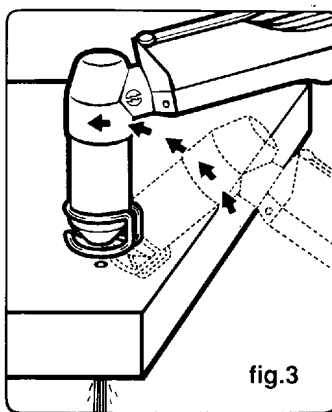

fig.3
• **en el empleo manual** (ver fig.3) disponer la antorcha en posición inclinada y enderezarla lentamente en manera tal que el metal fundido no sea chorreado sobre el inyector.